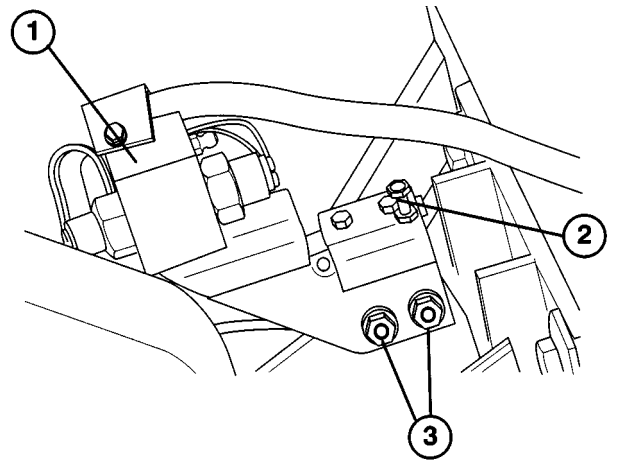

Bild 15
5. Den Zinkenkopfschalter (Bild 15) mit einem Durchgangsmesser oder Ohmmeter kontrollieren und bei Defekt austauschen. Der Schalterstößel muss eingedrückt sein, wenn sich der Zinkenkopf in angehobener Stellung befindet.
- D. Die Klemmmutter und (2) Flanschmutter der Einstellschraube (Bild 15) lockern.
- H. Die Klemmmutter und (2) Flanschmutter der Einstellschraube festziehen.